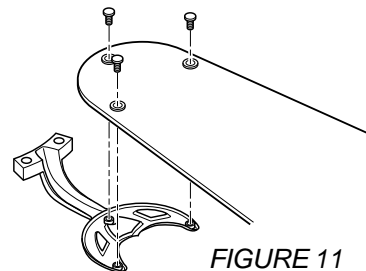
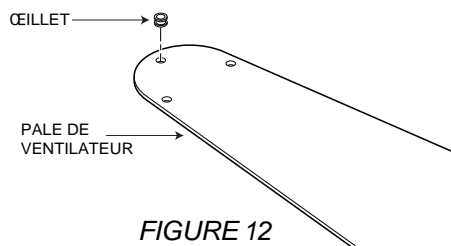

FIGURE 11
FIGURE 12
- A. Fixez les pales en bois aux supports de pale à l'aide de trois vis par pale. Voir figure 11. Si les pales ont de grands trous, il faut d'abord y insérer des œillets. Voir figure 12.